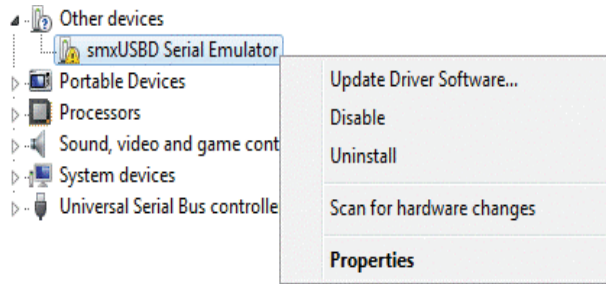

Figura 80 Administrador de dispositivos de Windows 7
3. En **Otros dispositivos**, haga clic en el botón derecho del ratón sobre **Emulador de puerto serial smxUSB** y seleccione **Actualizar software del controlador** (Figura 80).